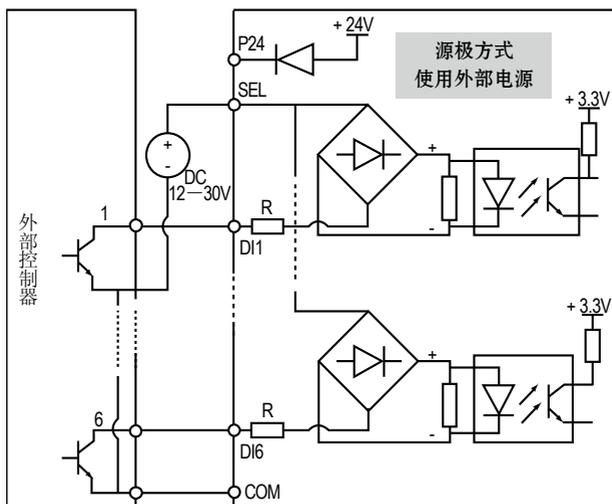

图 4-23 控制板使用外部电源时输入信号源极输入接线示意图
1. 控制板 DI1—DI6，使用外部电源的源极连接方式，如图 4-23 所示。（注意去除 SEL 与 P24 端子间的连接线）